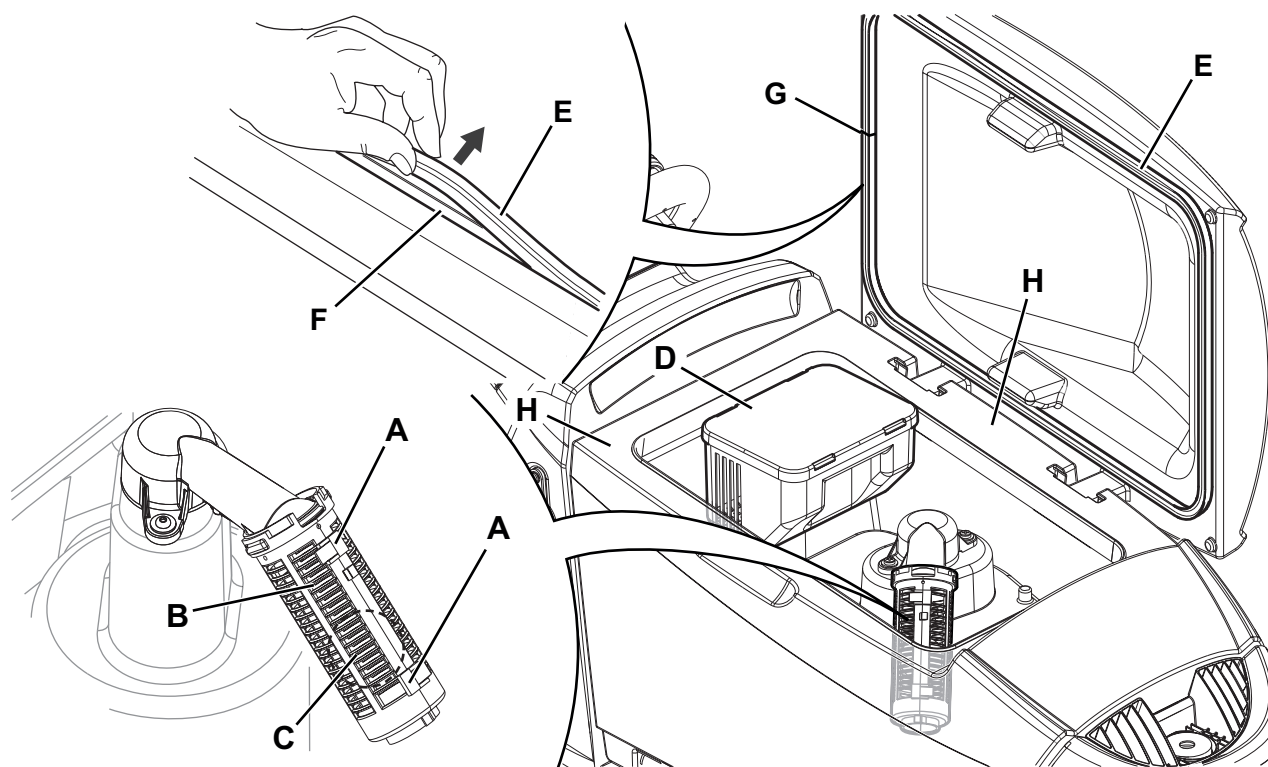

Figure 13
2. S'assurer que la machine est éteinte avec la clé opérateur (51) retirée.
3. Ouvrir le couvercle (34).
4. Nettoyer et laver avec de l'eau propre l'intérieur du réservoir (33) et du couvercle.
5. Vider l'eau du réservoir avec le tuyau (12).
6. Nettoyer la grille d'aspiration (31), dégager les dispositifs de retenue (A, Fig. 13), ouvrir la grille (B), récupérer le flotteur (C) et nettoyer soigneusement ; enfin reposer en place.
7. Démonter le bac de récupération des débris (D) et ouvrir son couvercle, puis nettoyer soigneusement et ré-installer le tuyau d'aspiration.
8. Contrôler l'intégrité du joint d'étanchéité (E) du couvercle du réservoir.